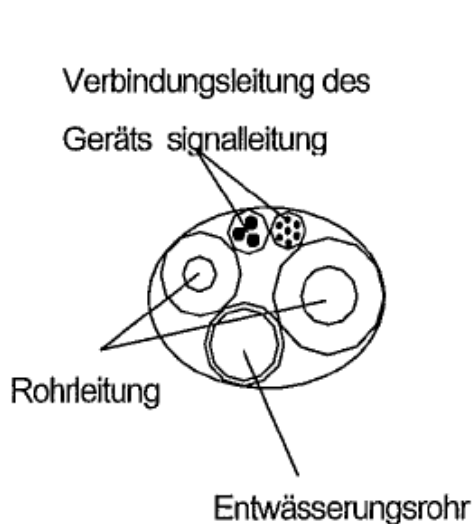

Abb. 8
- Umwickeln Sie bitte die Kupfer-Verbindungsrohre und Elektro-Verbindungsleitungen an den Enden mit PVC-Band und Klebeband zu einem stabilen Bündel zusammen. Der gerippte Wasserablassschlauch/Kondensat liegt dabei zu unters (Abb. 8)